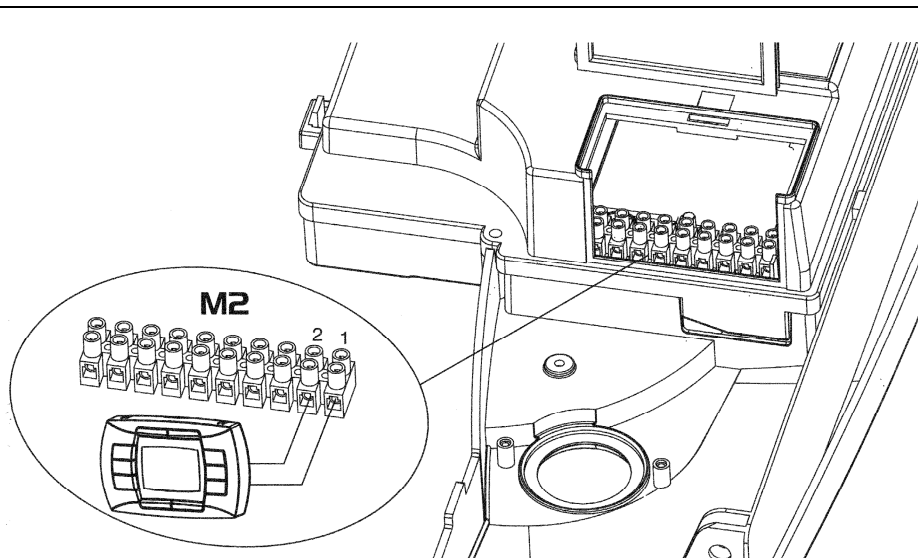

Рис.12
2. открыть доступ к клеммной колодке **M2** как показано на рис.12;
- Открутить винт на штуцере (**Pa**, рис. 12а) и присоединить к штуцеру (**Pa**) манометр.
- Проверить динамическое входное давление газа (штуцер **Pa**, рис. 12а). Номинальные давления: **20 мбар** для природного газа, **37 мбар** для пропана или **30 мбар** для бутана.
- Открутить винт на штуцере **Pb** (рис. 12а) и присоединить к штуцеру **Pb** манометр. Для моделей 240 i/Fi использовать штуцер (3) расположенный на трубе подачи газа (Рис.12 б).
Рис.12а
Рис.12б (модели 240 i - 240 Fi)
- 1) снять трубку подачи газа (поз.1 на Рис.12б);
- 2) заменить диафрагму, установленную на газовом клапане (поз.2 на Рис.12б);